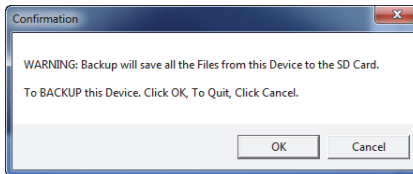

Figura 7-26 La finestra di dialogo Confirmation per confermare l'inizio del backup
4. Quando appare la finestra di dialogo **Confirmation** (conferma) [vedere Figura 7-26 a pagina 227], cliccare su **OK** per iniziare la procedura di backup.